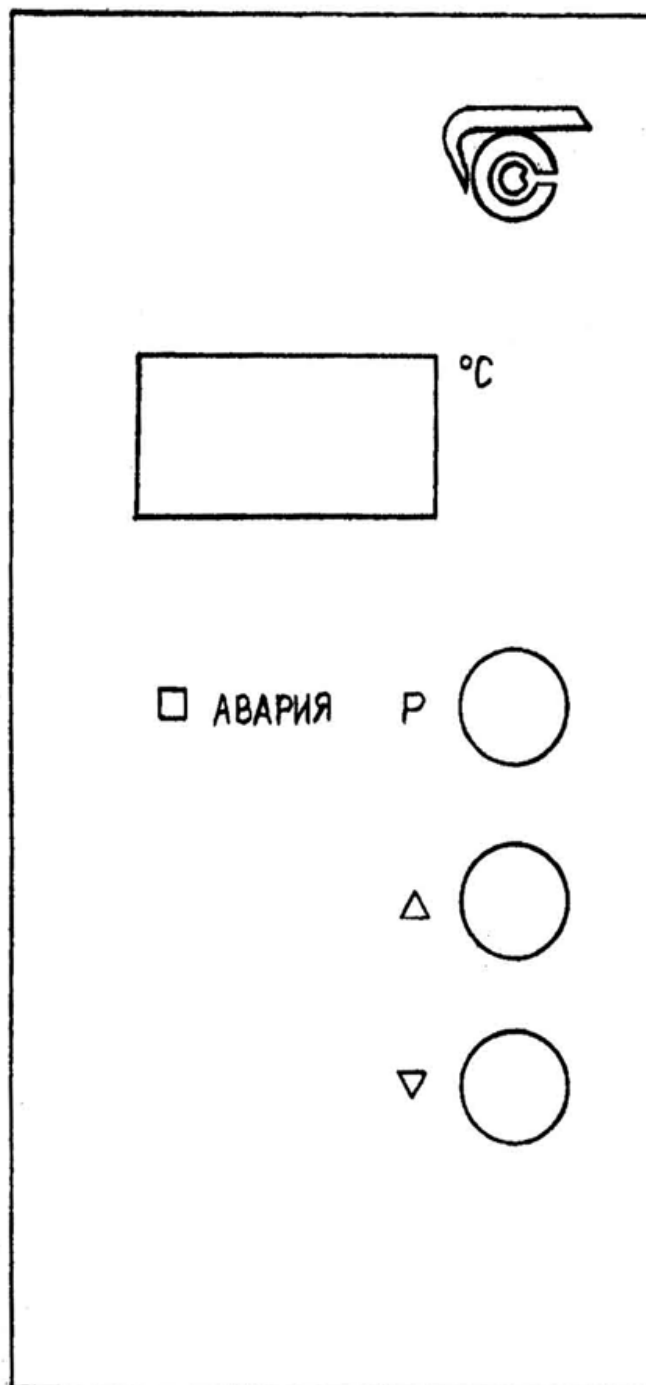

Рис. 1
8.3. Включить переключатель «СЕТЬ» (находится на панели под дверью термостата) при этом на цифровом табло панели управления, находящейся на двери термостата (рис.1), высвечивается текущая температура в камере термостата.